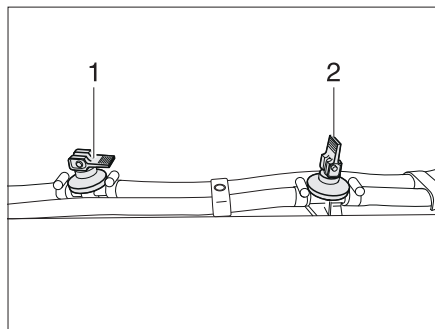

Fig. 234 Robinet de vidange
- Fermer tous les robinets de vidange. Placer le levier à bascule (Fig. 234,1) en position horizontale.